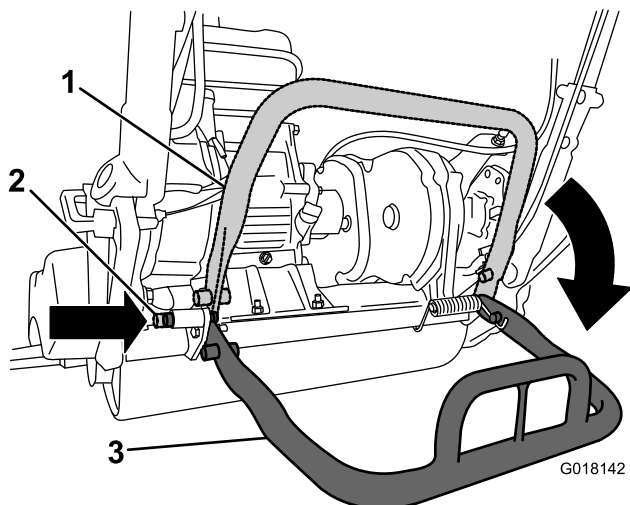

Figure 3
2. Abaissez la béquille et appuyez sur la goupille de verrouillage pour bloquer la béquille en position d'entretien (Figure 3).